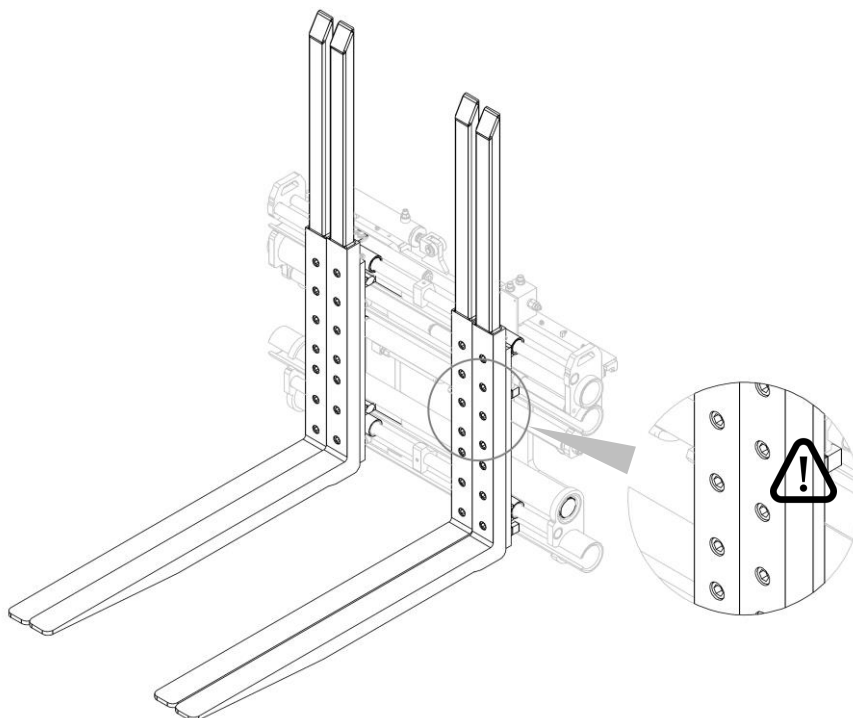

Figura 12
2. Compruebe que las horquillas estén bloqueadas correctamente (mira *Figura 12*).